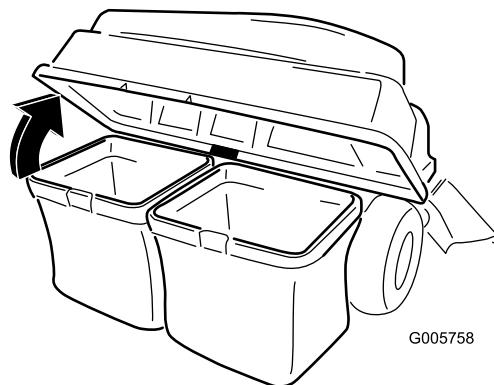

Figura 21
- Abra (levante) la tapa del ensacador (**Figura 21**).